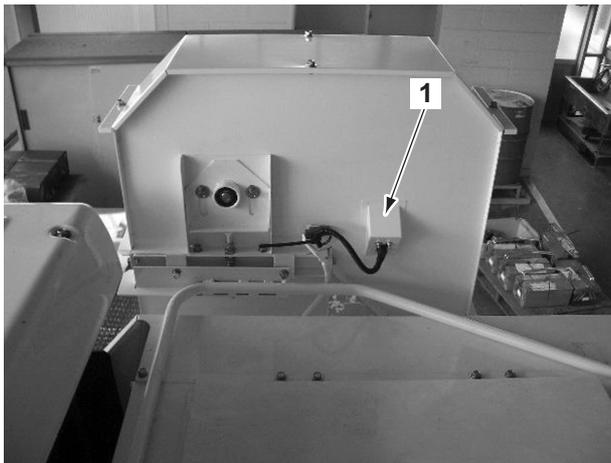

図 2-38
- 大豆直接排出キットの詰まりセンサ (1) が作動すると、排出オーガクラッチが「切」(ランプ消灯) になります。警報ブザーは鳴りません。(図 2-38)